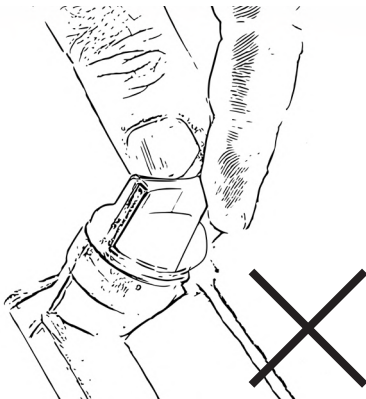

Bild 13
Vrid aldrig oljepåfyllningspluggen med ansluten oljesticka in i gängan vid avläsning av oljenivån. Detta leder till ett felaktigt mätresultat, fig. 13.
- Sänk ner oljestickan helt i oljan. Vrid aldrig oljestickan in i gängan, fig. 13.